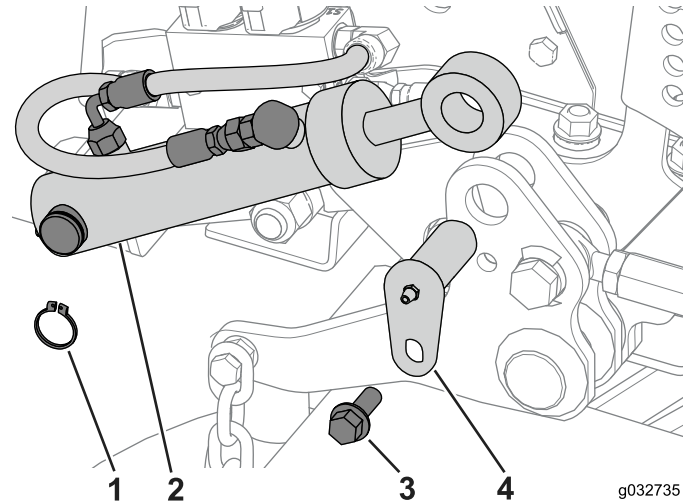

Bild 123
3. Befestigen Sie den Mähwerkhubzylinder mit dem Haltering, dem Lagerbolzen und der Schraube an der Drehstrebe (Bild 123).